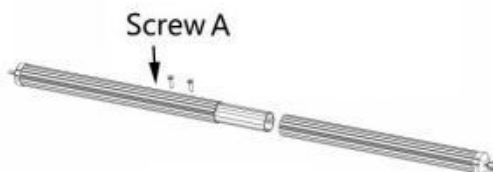

Figure C7
3.4.1 Haal de rolbuis van het zonnescherf en de bijbehorende binnenste verbinding buizen eruit, verbind ze zoals weergegeven in de afbeelding en bevestig ze met zelftappende schroeven A om een geheel te vormen. (Afbeelding C7)